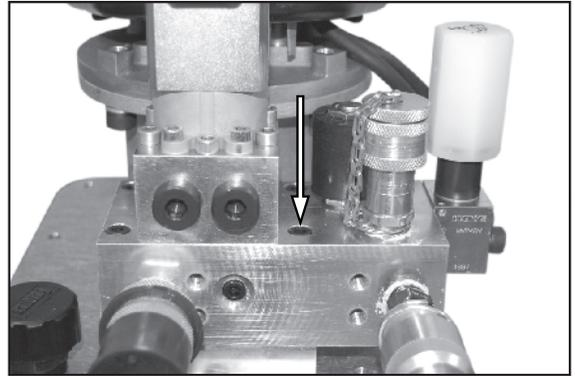

Figure 72.
3. Voir Figure 72. Enlevez les quatre boulons de fixation du collecteur et enlevez l'assemblage de collecteur.